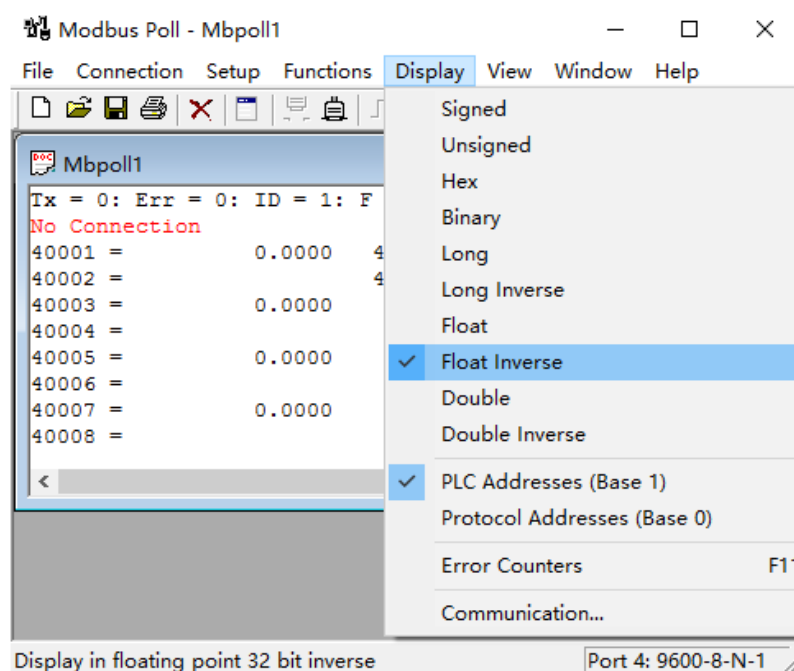

图 17 Display 设置
(5) 点击“OK”按钮。然后点击菜单中的“Display”项，在下拉框中选择“Float”和“PLC Addresses (Base 1)”，如图 17 所示